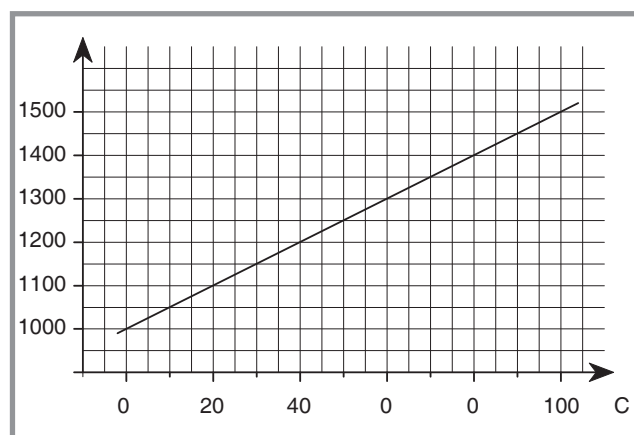

Fig. 2 - Sonde QAD21 et QAZ21
- Sonde de chaudière QAZ21 (fig. 2)
- Sonde sanitaire QAZ21 (fig. 2)
- Sonde de départ chauffage QAD21 (fig. 2)